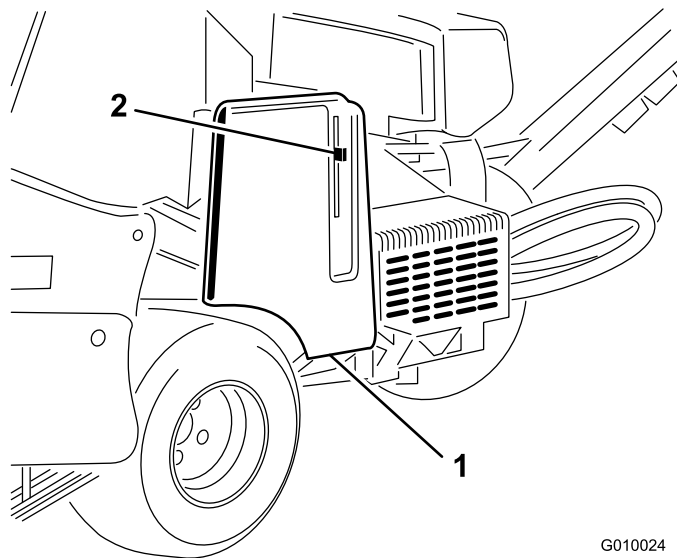
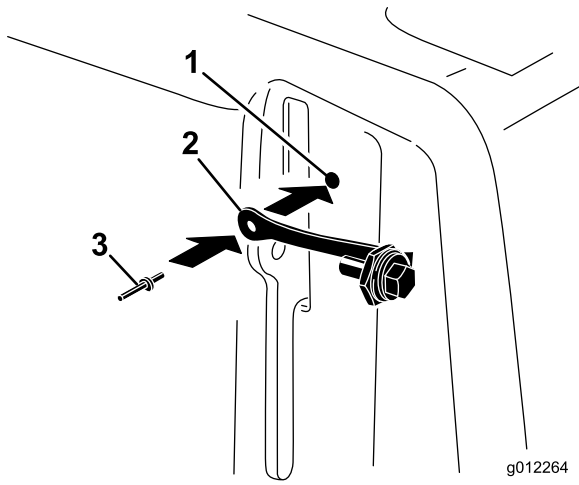

图 8
图 9
1. 找到皮带罩上紧靠闩锁杆的孔图 8 和图 9。
2. 使用弹伸铆钉将系索总成安装到皮带罩上的孔图 9。